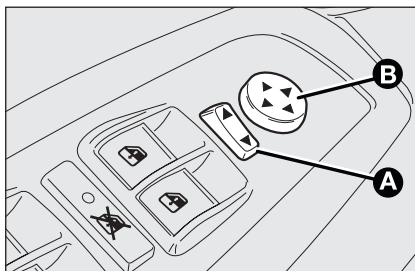

fig. 35
- ☐ mediante il selettore **A-fig. 35** selezionare lo specchio (sinistro o destro) su cui eseguire la regolazione;